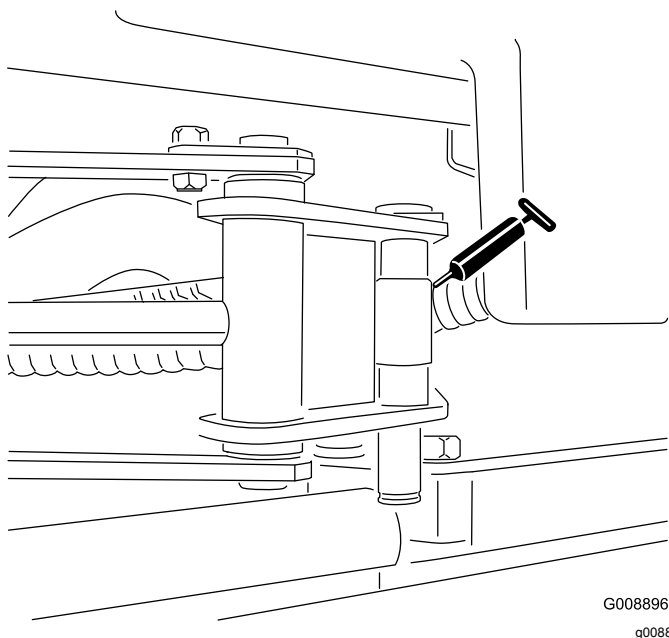

Figura 29
- Extremos de los cilindros del SideWinder (2) (Figura 29)